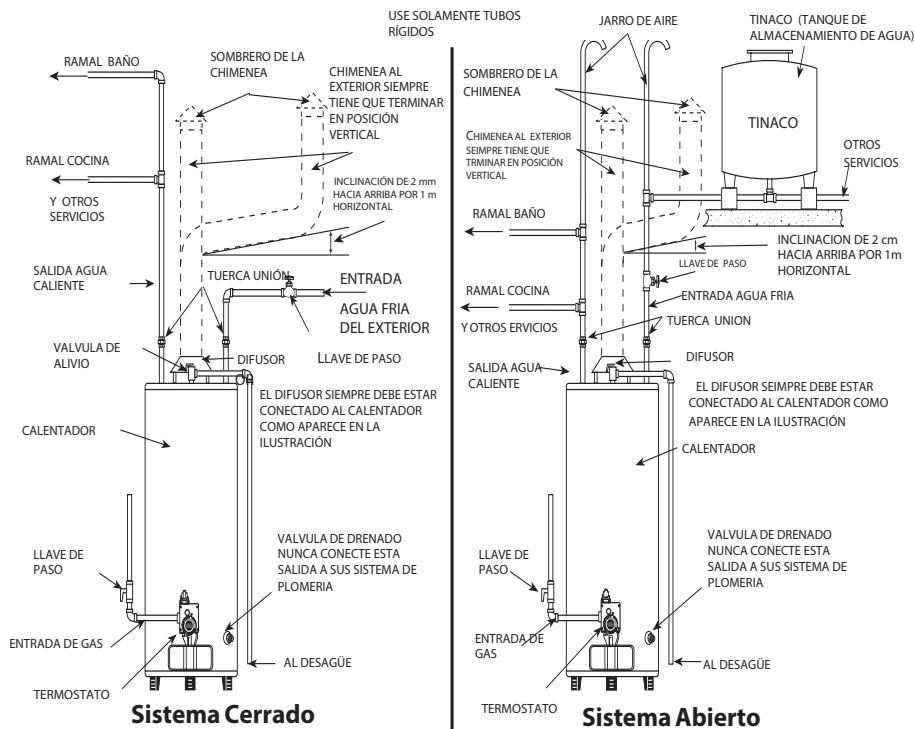

Figura 4. — Instalaciones típicas en un sistema cerrado y abierto
Figura 4 para verificar la instalación típica que se recomienda. Se recomienda la instalación de uniones o de conectores de cobre flexible en las tuberías de agua CALIENTE y FRIA, de modo que el calentador de agua se pueda desconectar fácilmente para darle mantenimiento, si es necesario. Las conexiones de agua CALIENTE y FRIA están marcadas claramente.
**Sistema Cerrado para Alimentación de Agua al Calentador:** (Ver Figura 4.) Se debe instalar en la salida de agua caliente una válvula de alivio calibrada a lo que especifique el fabricante del calentador. En el sistema cerrado, las bombas o el equipo hidroneumático mantienen la presión alta dentro de las tuberías del sistema. Por razones de seguridad se tiene que instalar una
**Sistema Abierto (por medio de tinaco) para Alimentación de Agua al Calentador:** (Ver Figura 4.) Se debe instalar en la salida de agua caliente un jarro de aire. En el sistema abierto, el agua se guarda en un estanque elevado y se entrega por gravedad.